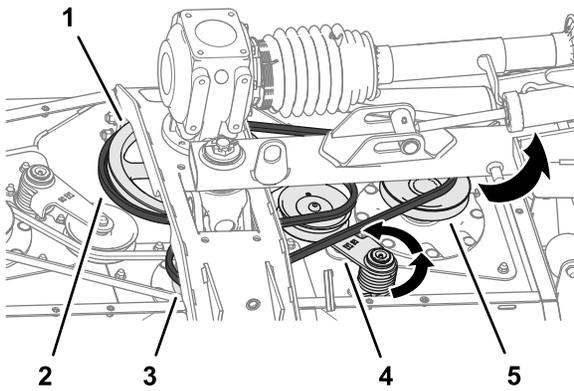

図 65
2. バールなどを使って長いベルトのベルトテンショナを左に回して、テンショナのプーリからベルトを外す 図 65。
- 長いベルトを駆動プーリ、中央スピンドルプーリ、右側スピンドルプーリから外す 図 65。